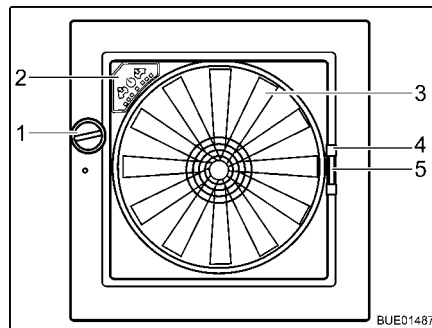

Fig. 128 Oblò Omni-Vent
- Ruotare la manopola (Fig. 128,1), finché non si raggiunge l'angolo di apertura desiderato.
- Ruotare la manopola (Fig. 128,1), finché l'oblò non è completamente chiuso.
- Tirare la protezione contro gli insetti per la maniglia (Fig. 128,4) verso il lato opposto del telaio.
- Serrare la maniglia (Fig. 128,5) dell'oscurante.
- Ventilatore** Se l'oblò è aperto, l'abitacolo può essere ventilato e sfiato con il ventilatore a 6 stadi (Fig. 128,3). Il ventilatore si controlla dal quadro di comando (Fig. 128,2).